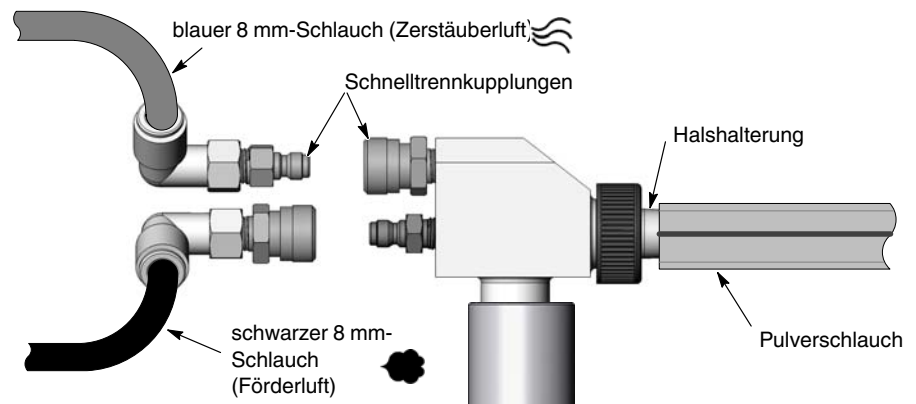

Abb. 3-9 Pumpenanschlüsse
1. Siehe Abb. 3-9. Den blauen 8 mm Zerstäuberluftschlauch und den schwarzen 8 mm Förderluftschlauch wie gezeigt in die Pumpenschlauchanschlüsse stecken.